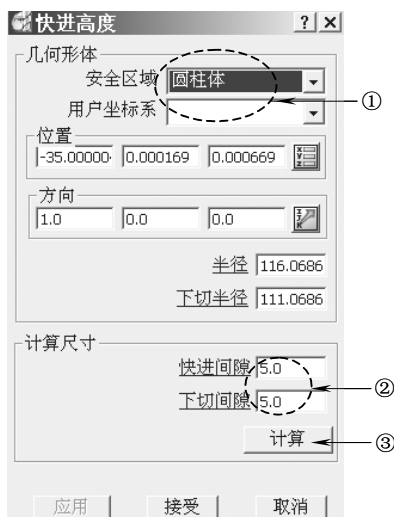

图 9-11 设置快进高度参数
4) 设置快进高度：在 PowerMILL 综合工具栏中单击快进高度按钮，打开“快进高度”表格，按图 9-11 所示设置快进高度参数，完成后单击“接受”按钮退出。